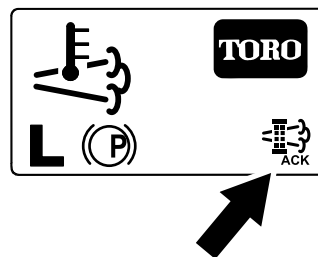

Bild 67
8. Im InfoCenter wird der Homebildschirm angezeigt; das Symbol für die Bestätigung der Regenerierung (Bild 67) wird unten rechts auf dem Bildschirm angezeigt, wenn die Regenerierung ausgeführt wird.